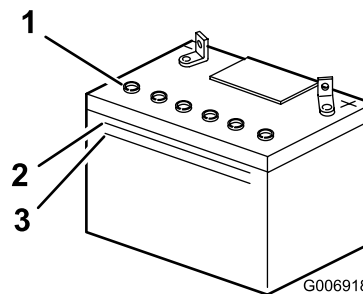

Figura 28
2. Mire hacia el lateral de la batería. El electrolito debe llegar a la línea superior (Figura 28).
Nota: No permita que el electrolito esté por debajo de la línea inferior (Figura 28).
3. Retire los tapones de ventilación de la batería (Figura 28).
4. Vierta lentamente agua destilada en cada célula de la batería hasta que el nivel de electrolito llegue a la línea superior (Figura 28) de la caja de la batería.
- Espera de cinco a diez minutos después de llenar las células de la batería. Añada agua destilada, si es necesario, hasta que el nivel de electrolito llegue a la línea superior (Figura 28) de la caja de la batería.